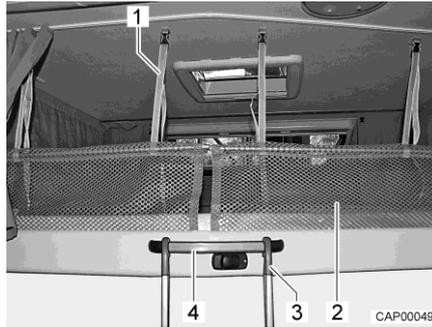

Fig. 73 Échelle de montée et filet de sécurité
*Accrocher :* ■ Accrocher l'échelle de montée (Fig. 73,3) à la poignée étrier (Fig. 73,4) du lit escamotable à l'aide des deux étriers.
**Filet de sécurité** Les filets de sécurité (Fig. 73,2) et les sangles de retenue sont rangés sous le matelas. Ne tendre les filets de sécurité qu'une fois que les personnes se trouvent dans le lit escamotable.
*Tendre :* ■ Faire s'enclencher les sangles de retenue (Fig. 73,1) dans les œillets du plafond.